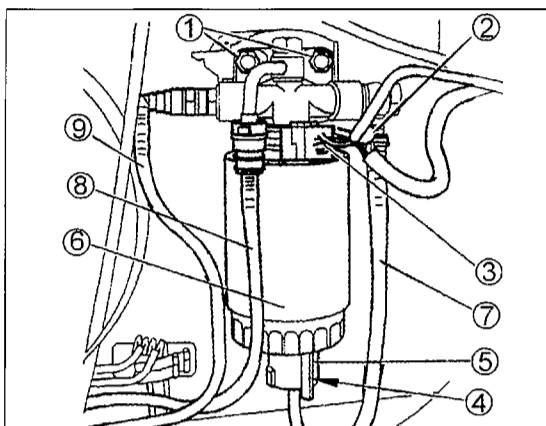

Bild 163
Der Filter ist in Bild 163 bei einem HDi-Motor gezeigt (2.0- und 2.8-Liter-Motor gleich). Der Filter ist mit einer austauschbaren Filterpatrone (6) versehen. Ein Thermostatsensor (3) steuert die Kraftstofftemperatur. Falls die Temperatur unter 6°C liegt, beheizt ein elektrisches Heizelement den Kraftstoff, bis dieser eine Temperatur von 15° erreicht hat, ehe er an die Hochdruckpumpe befördert wird. Ein Sensor an der Unterseite des Filtergehäuses (4) überwacht den Wasserinhalt des Kraftstoffs. Falls Wasser im Kraftstoff „aufgespürt“ wird, wird dies durch eine Warnleuchte im Armaturenbrett angezeigt.